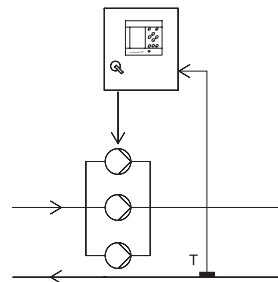

Рис. 18 Температура в обратном трубопроводе
- Температура в обратном трубопроводе с одним датчиком, см. рис. 18.